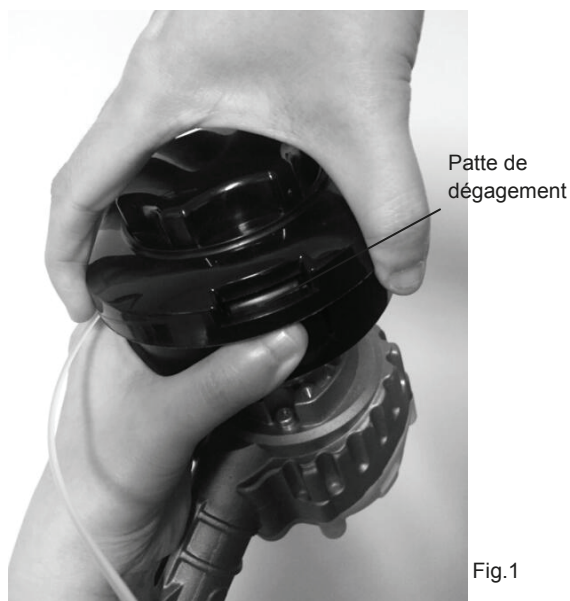

Fig.1
- Appuyez sur les onglets de dégagement du couvercle du dévidoir, comme illustré à la Fig. 1, puis retirez le dévidoir en le tirant tout droit. Enlevez et jetez tout le fil sur le dévidoir.